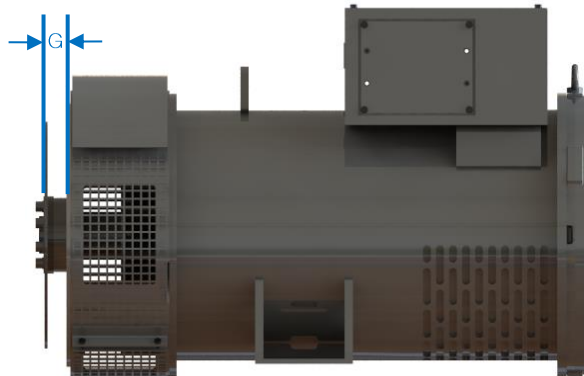

Abbildung 9.1: Messung der „G-Quote“
3. Mit Messschieber und Lineal den Abstand zwischen Kupplungsscheibenfläche und Flanschfläche gemäß Abbildung 9.1 prüfen.